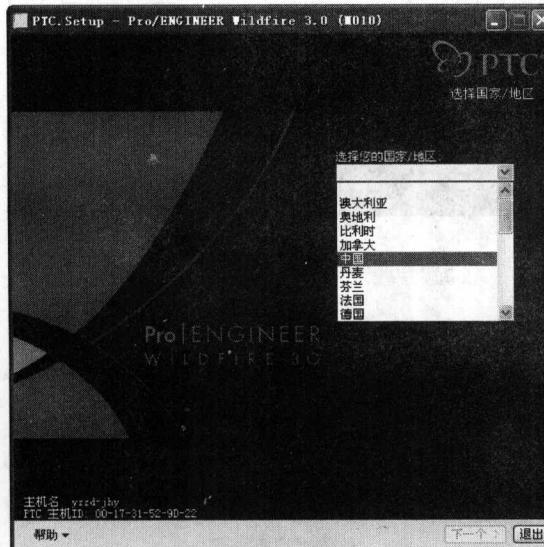

图 1-6 选择国家/地区
(3) 在安装程序启动之后, 出现如图 1-6 所示的界面, 在【选择您的国家/地区】下拉列表框中选择【中国】, 安装 Pro/ENGINEER Wildfire 3.0 中文版, 单击【下一个】按钮。